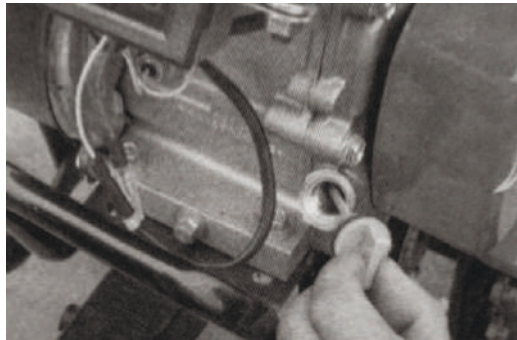

Рис. 3-2
- Извлеките щуп и проверьте уровень масла (См. рис. 3-2).